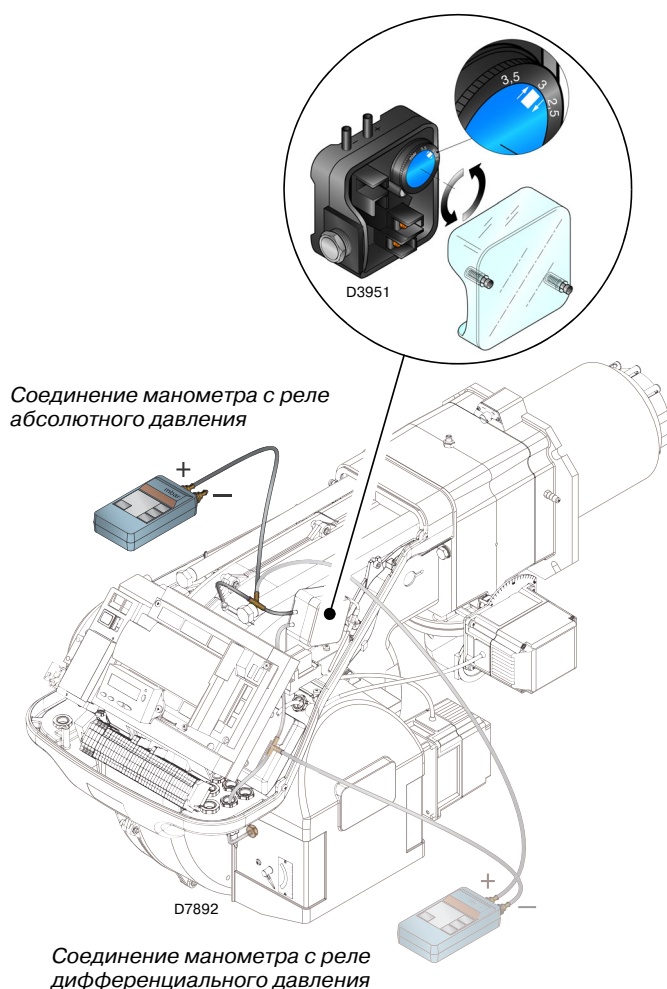

Рис. 29
- Отрегулировать реле давления воздуха (Рис. 29 стр. 35) на начало шкалы.
Выполнить регулировку реле давления воздуха (Рис. 29) после выполнения всех других регулировок горелки с реле давления воздуха, установленным на начало шкалы.
Подсоединение манометра указано на Рис. 29.
В некоторых применениях с очень низким давлением соединение реле давления не позволяет ему коммутировать. В таком случае необходимо подсоединить реле дифференциального давления, устанавливая вторую трубку между реле давления воздуха и всасывающим отверстием вентилятора. В этом случае манометр также должен быть дифференциальным, как показано на Рис. 29.